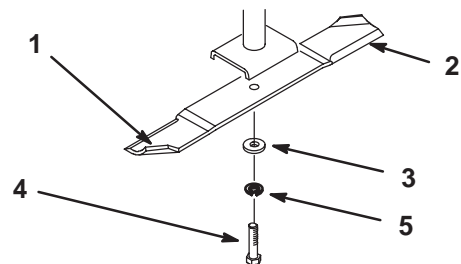
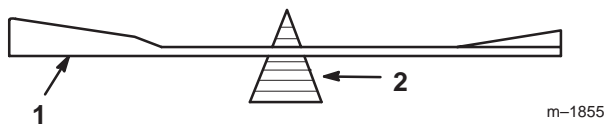

Bild 32
Bild 34
Halten Sie das Ende des Messers mit einem stark wattierten Handschuh oder wickeln Sie einen Lappen um es herum. Entfernen Sie die Messerschraube, Flachscheibe, Spreizscheibe und das Messer von der Spindelwelle (Bild 32).
2. Überprüfen Sie die Auswuchtung des Schnittmessers auf einer Ausgleichsmaschine (Bild 34). Wenn das Schnittmesser in seiner horizontalen Position bleibt, ist es ausgewuchtet und kann wiederverwendet werden. Feilen Sie, wenn das Schnittmesser nicht ausgewuchtet ist, vom Flügelbereich des Messers etwas Metall ab (Bild 32). Wiederholen Sie diesen Vorgang, bis das Messer ausgewuchtet ist.
1. Bringen Sie das Messer auf der Spindelwelle an (Bild 32).
2. Bringen Sie die Flach-, Sicherungsscheibe und die Messerschraube an (Bild 32). Ziehen Sie die Messerschraube mit 115 bis 150 Nm an.